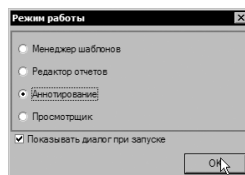

Рисунок 97
19. В открывшемся окне запуска модуля установите галочку в ячейке **Аннотирование** (рис. 97) и нажмите кнопку **ОК**.